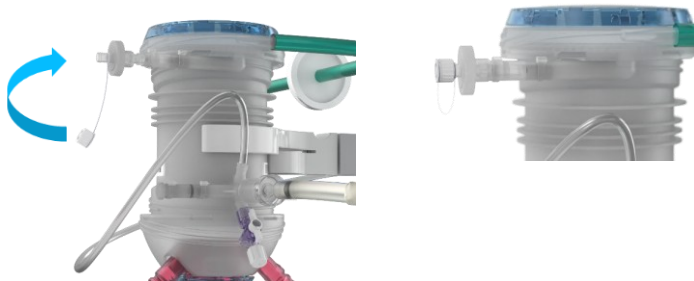

Figura 23 Riposizionamento del tappo sull'uscita di deaerazione
- Posizionare il tappo bianco sull'ossigenatore (Figura 23).